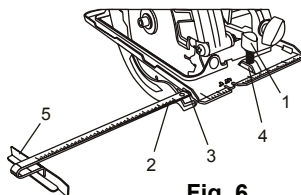

Fig. 6
Desserrez le bouton de réglage du guide de coupe (1) (figure 6).
Placez le pied du guide de refente à la largeur désirée (figure 6).